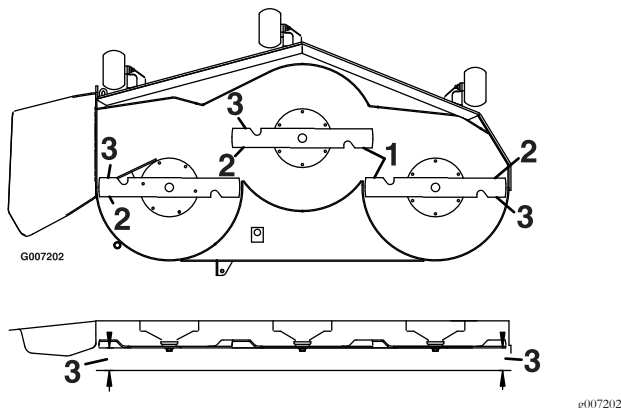

Bild 67
- Messen Sie den Abstand zwischen den äußeren Schnittkanten und der ebenen Oberfläche (Bild 67).